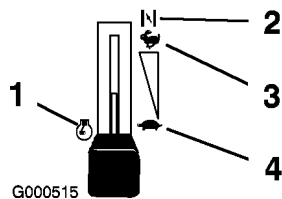

Bild 8
3. Stellen Sie den Gasbedienungshebel auf Choke (Bild 8), bevor Sie einen kalten Motor anlassen.
- Schieben Sie den Gasbedienungshebel, sobald der Motor angesprungen ist, auf Schnell (Bild 8). Stellen Sie, wenn der Motor aussetzt oder unregelmäßig läuft, den Gasbedienungshebel für ein paar Sekunden wieder zurück auf Choke. Schieben Sie dann den Gasbedienungshebel in die gewünschte Stellung. Wiederholen Sie diesen Vorgang nach Bedarf.
- Stellen Sie dann den Gasbedienungshebel auf „Schnell“ (Bild 8).